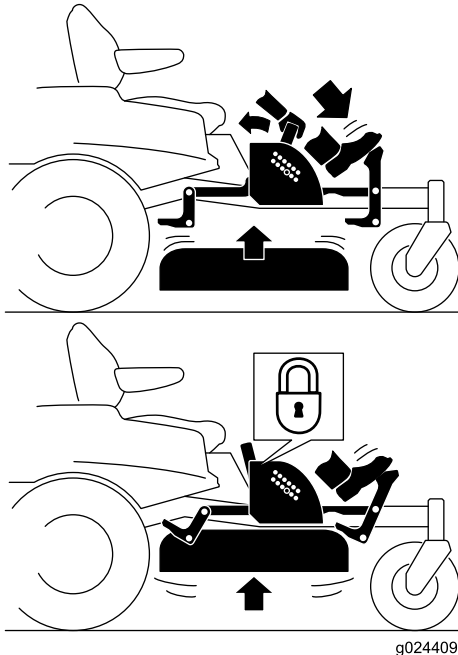

Figure 22
- Enfoncez la pédale pour relever le tablier de coupe; gardez la pédale enfoncée jusqu'à ce que le tablier soit verrouillé en position de transport (Figure 22).
4. Appuyez sur la pédale de levage du tablier avec le pied et tirez la poignée en arrière pour désengager le verrou de transport (Figure 22).